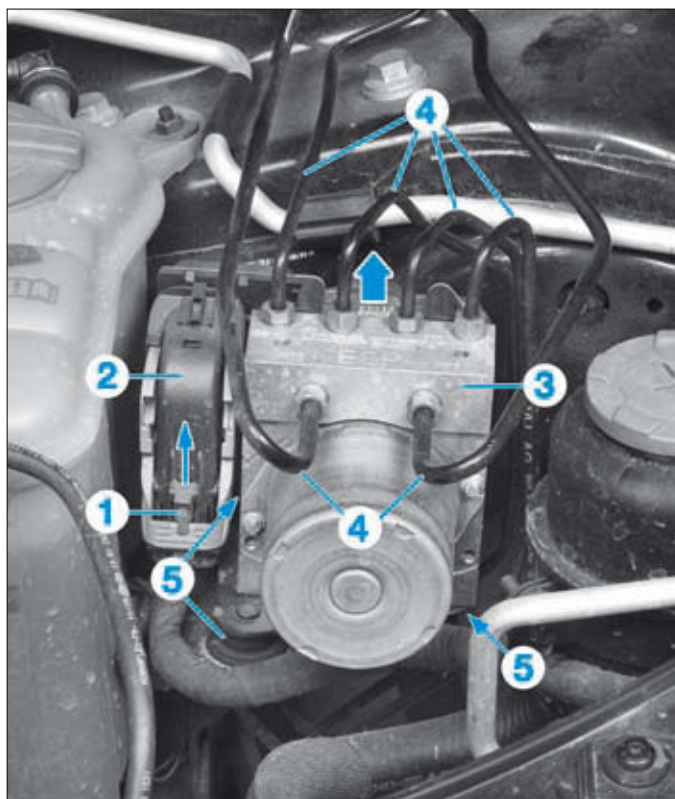

FIG. 23
- Pousser le coulisseau (1) de sécurité du connecteur (2) du calculateur vers le haut (Fig.23).
- Repérer la position des canalisations sur le bloc hydraulique (3) en vue du remontage.
- Dévisser les canalisations (4) du bloc hydraulique et les obturer.
- Retirer le bloc hydraulique de ses butées (5) par le haut.